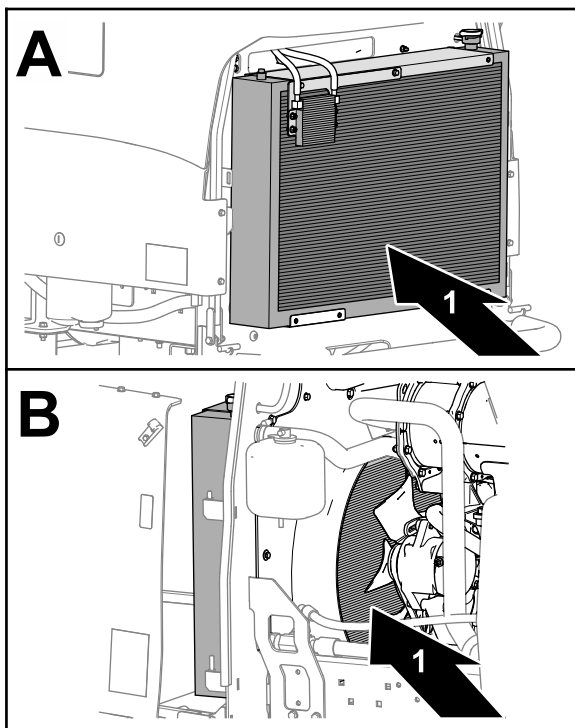

Figura 68
- Limpe a fondo ambos lados del radiador y del enfriador de aceite con aire comprimido (Figura 68).